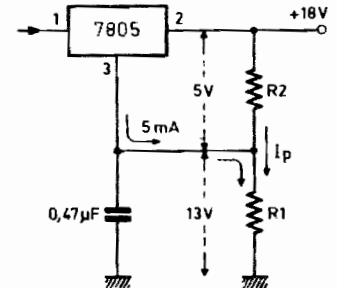

Fig. 8. - Augmentation de la tension de sortie par pont de résistances.
Autre possibilité : utilisation d'un pont de résistances (fig. 8). Il faut savoir que le courant sortant de la connexion masse (3) est de 5 mA. On en tiendra compte pour le calcul du pont.